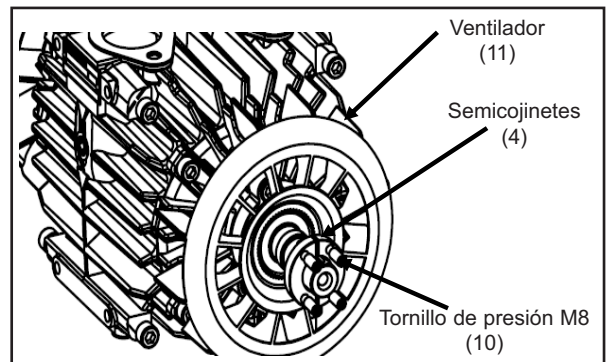

Figura 28
6. Fije los ventiladores (11) y los semicojinetes (4) con los tornillos de presión M8 (10) untadas con Loctite® 243*. Apriete los tornillos de presión con un par de 11 lbs ft (15 N.m) ; ver la figura 28.